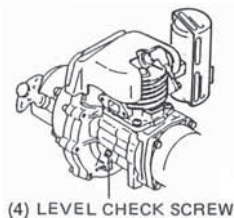

Fig. 23
- a. The engine speed governor is lubricated with #30 weight oil. The capacity is 0.5 fl. oz.(16 ml). The level screw (Fig.23) should be checked after the first 20 hours of use and each additional 100 hours thereafter.
- a. Der Motorgeschwindigkeitsregler wird mit #30 gewichtigem Öl geschmiert. Die Kapazität ist 0.5 fl. oz (16 ml). Die Reglerschraube (Abbildung 23) soll bei Erstbetrieb nach 20 Stunden und später jeweils nach 100 Stunden geprüft werden.
- (1) Kraftstoffreiniger
- (2) Hilfsreinigerschwamm
- (3) Reinigerschwamm
- (4) Ölkontrollschraube